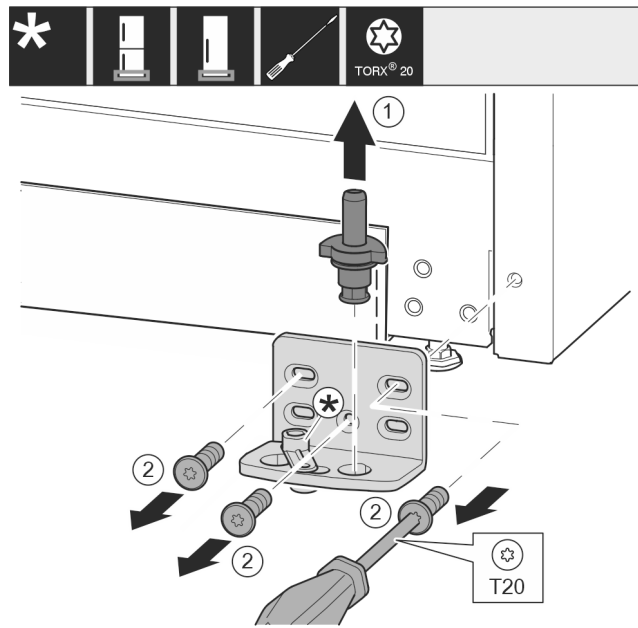

Fig. 12
- ▶ Повністю витягніть опорний гвинт Fig. 12 (1) рухом вгору.
- ▶ Викрутіть гвинти Fig. 12 (2) за допомогою викрутки та зніміть опорний кронштейн.